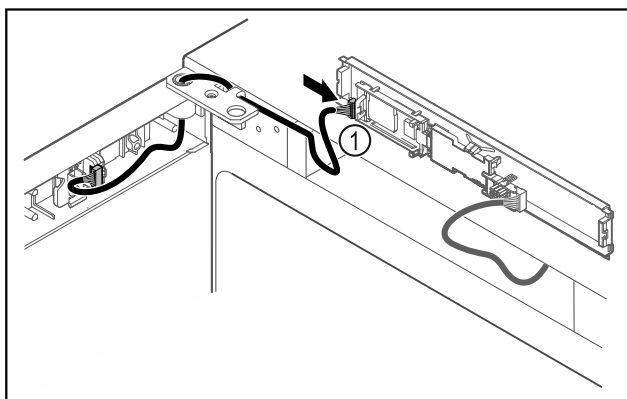

Fig. 45
- ▶ Sätt in kontakten Fig. 45 (1) på kretskortet.